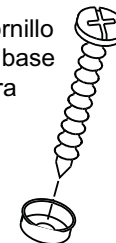
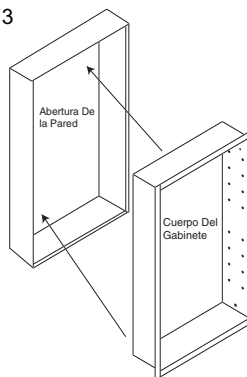

Fig. 3
Fig. 4
- Nota: Para la facilidad de la instalacion, recomiendan una persona adicional. Inserte el gabinete en la abertura de la pared. (Fig. 3) Asegura el gabinete es vertical y llana. En caso de necesidad utilice las esquinas del nivel y de la calza de un carpintero del gabinete. Asegure a los pernos prisioneros de la pared a traves de los cuatro (4) agujeros de montaje dentro del gabinete, usando los tornillos que se han colocado en las bases plasticas. (Fig 4) Excedente no aprieta los tornillos de montaje mientras que la pared el lateral de carroceria puede doblar y prevenir la instalacion apropiada del estante. Apriete solamente los tornillos hasta que son rasantes con el cuerpo.